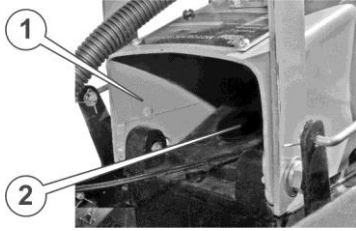
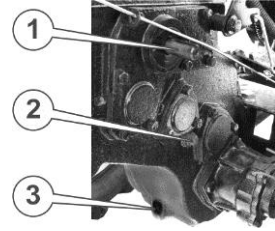

Рисунок 42. Кріплення керма
Рисунок 43. Редуктор вид збоку
2. Очистіть корпус редуктора біля пластикової пробки заливного отвору (2) (див. рис. 42.), яка розташована під кронштейном (1) кріплення керма, і біля болта контрольного отвору (2) (див. рис. 43.), яка розташована на правій стороні редуктора.
3. Послабте болт контрольного отвору (2) (див. рис. 43.). Якщо з отвору потече мастило, це означає, що рівень мастила в нормі. Якщо мастило не тече, це означає, що мастило там відсутнє, або його рівень занадто низький. У такому випадку відкрутіть болт контрольного отвору, відкрийте пластикову кришку заливного отвору (2) (див. рис. 42.) редуктора і за допомогою кутової лійки або гнучкого шланга заливайте в редуктор мастило до тих пір, поки воно не потече з контрольного отвору.